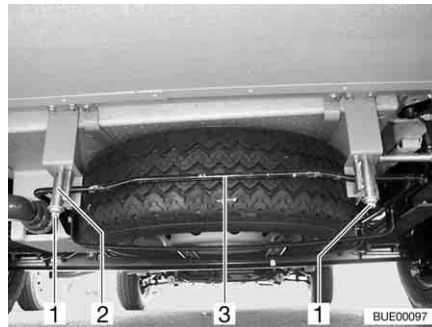

Fig. 257 Système de maintien de la roue de secours (panier)
- Desserrer les écrous (Fig. 257,1) des crochets arrière droit et gauche (Fig. 257,2) du système de maintien de la roue de secours.
- Pousser légèrement le tenon (Fig. 257,3) vers le haut. Tirer simultanément le crochet vers le bas et décrocher le tenon.